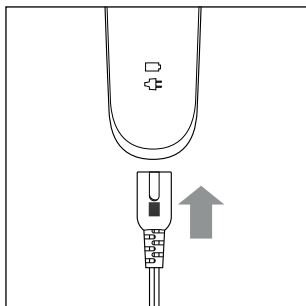

Fig. 1
- 2) Collegare lo spinotto cavo **9** dell'adattatore di rete **8** all'apparecchio (vedere fig. 1).